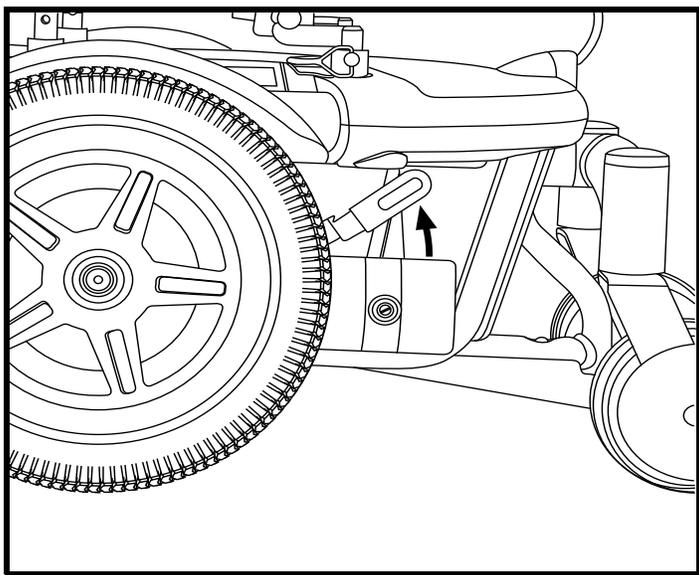

Figure 8. Mode de traction (embrayé)
2. Tirez les deux leviers vers le haut pour débrayer les moteurs (mode de traction). **Voir la figure 8.**